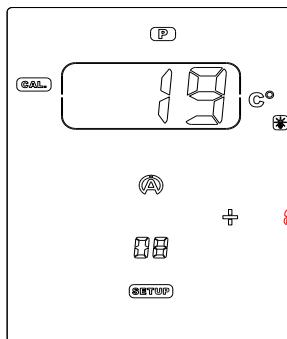

Figure 24
- 3) Avec les boutons ▽ △, réglez la température dans le « CADRAN » pour que la température affichée corresponde à une température de référence (figure 24)